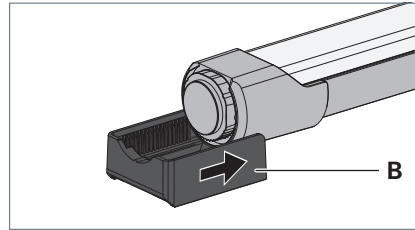

Fig. 2: Halter montieren.
- ▶ Stecken Sie den Halter **B** auf das Seitenteil, sodass sich die Rastnase des Halters in der Nut des Seitenteils befindet und der Halter am Seitenteil einrastet, siehe Fig. 2.